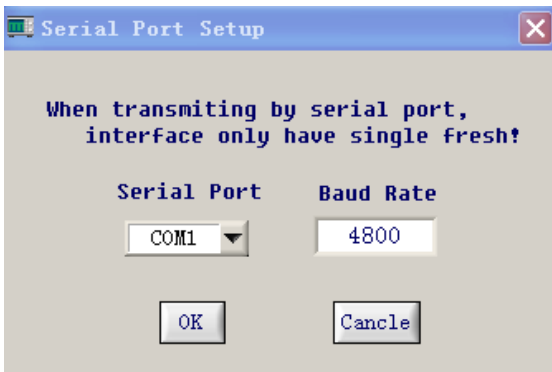

Рисунок 3-7
1. Выберите интерфейс «RS-232» в поле «Device» на панели управления в режиме реального времени (Real-time Control). При этом на экране компьютера появится диалоговое окно, показанное на рис. 3-7.